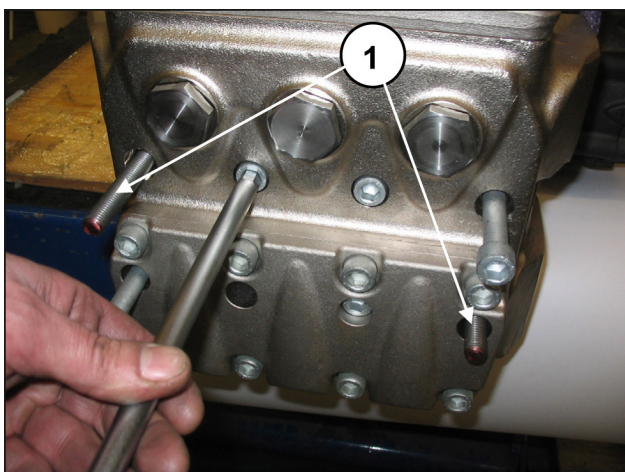

Fig. 42
- Aflojar los dos tornillos externos de fijación de la cabeza M12x160 y sustituirlos por dos barras roscadas M12 (Fig. 42, pos. ①) para evitar que se dañen los pistones. A continuación, quitar los tornillos restantes.